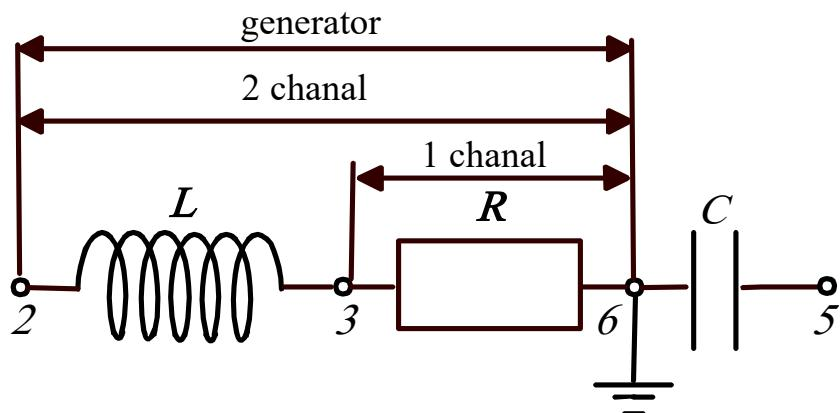

Рис. 11
1. Подключите генератор к плате – длинный конец кабеля к клемме (6), короткий к клемме (2).
2. Тумблером (1) подключите генератор к сети $\sim 220\text{ V}$. После включения загорится контрольная лампа (2).
3. Кнопкой (1) установите вольтметр в режим измерения переменного напряжения - V_{\sim} . Подключите вольтметр к тем же гнездам (2), (6) – провод «Общий» к гнезду (6).
4. Регулятором (7) генератора, установите в цепи напряжение $\sim 6\text{ V}$.
5. Подключите 1-й канал осциллографа к сопротивлению R – короткий конец кабеля подсоедините к гнезду (3), длинный – к гнезду (6).
6. Подключите 2-й канал осциллографа к гнездам (2), (6) – длинный конец кабеля к гнезду (6).
7. Убедитесь, что на выходе генератора установлена частота **6000 Гц**. На экране осциллографа, справа внизу, высвечивается частота, на которой работает генератор. При необходимости откорректируйте ее переключателями (3) и регулятором (8) генератора.
8. Регуляторами (9), (14) добейтесь появления на экране изображения, представленного на рис. 11. *Можно ли с этой целью использовать кн. 10, 11*